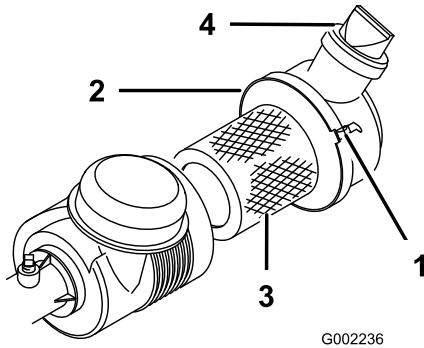

Bild 36
Prüfen Sie das Gehäuse des Luftfilters auf Schäden, die eventuell zu einem Luflleck führen könnten. Stellen Sie sicher, dass der Staubdeckel vollständig auf dem Luftfilter abgedichtet ist. Ersetzen Sie ein defektes Luftfiltergehäuse. Drücken Sie das Ventil (Bild 36) vor jedem Einsatz, um Staub und Rückstände zu entfernen. Warten Sie den Luftfilter alle 100 Stunden.
3. Lösen Sie den Luftfilterriemen, mit dem die Luftfilterabdeckung am Luftfiltergehäuse befestigt ist (Bild 36) und nehmen Sie die Abdeckung vom Gehäuse ab.
7. Befestigen Sie die Riemen (Bild 36).
4. Setzen Sie die Abdeckung auf, wobei das Ventil nach unten zeigen sollte, und befestigen Sie die Riemen (Bild 36).